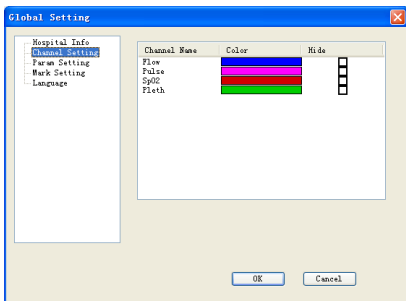

Figura 5-2-2
- (1) Inserire le informazioni di base dell’ospedale nell’interfaccia “Info Hospital”.
- (2) Impostare il colore della forma d’onda o lo stato della forma d’onda di ogni cavo nell’interfaccia “Impostazioni del Canale”, come mostrato in Figura 5-2-2: